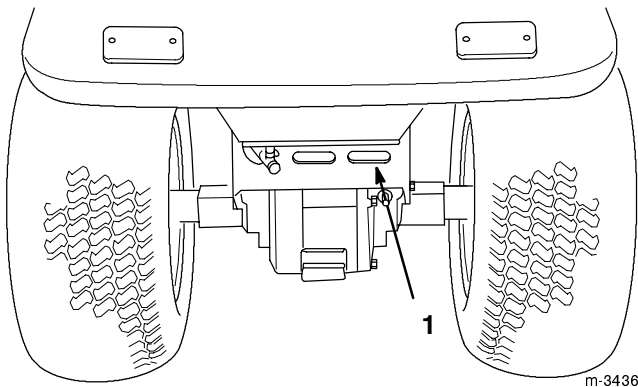

Abbildung 10
6. Die Hinterachsenabdeckung ist ein Lufteinlassbereich zur Kühlung von Hinterachse und Kardanwelle. Fremdkörper von der Hinterachsenabdeckung entfernen, bevor der Traktor eingesetzt wird (Abb. 10).